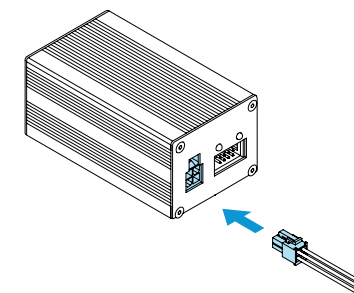

Рисунок 7.
2. Подключить блок питания (8) к сети 220/110 В кабелем (6)
4. Подключить блок питания (8) к интер-фейсному блоку (7)
5. Подключить кабель для работы с сер-воприводом (4) к интерфейсному блоку (рисунок 7)